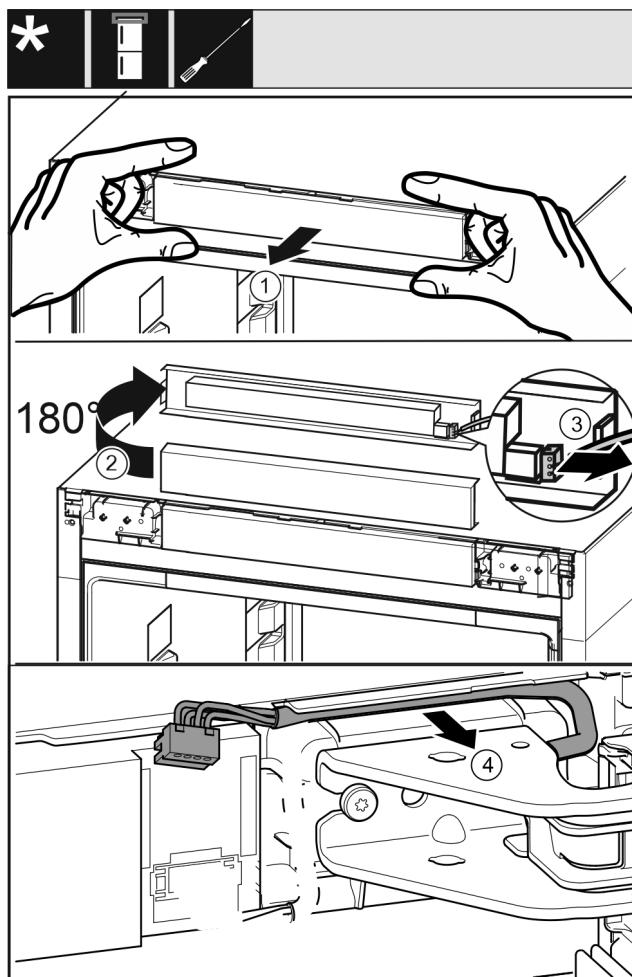

Fig. 19
- Atbrīvojiet ierīces vadības aizsegu uzmanīgi uz priekšu. Fig. 19 (1)
- Pagrieziet vadības aizsegu uz augšu par 180°. Fig. 19 (2)
- Spiediet fiksācijas izcilni uz aizmuguri un uzmanīgi izvelciet spraudni. Fig. 19 (3)
- Atbrīvojiet uzmanīgi kabeli virs gultņa balsta no vadotnes. Fig. 19 (4)